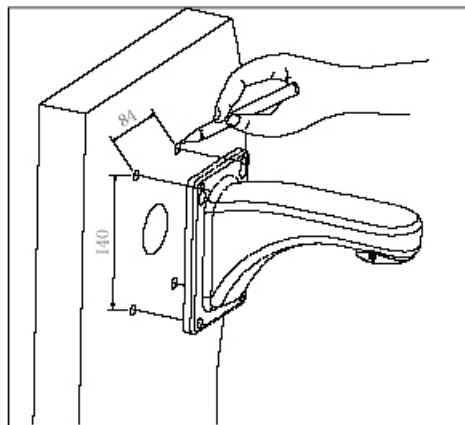

Fig. 2
a. Come mostrato in Fig. 2, utilizzare come riferimento i fori presenti alla base della staffa per montaggio a parete, segnare i punti di foratura e praticare i fori.